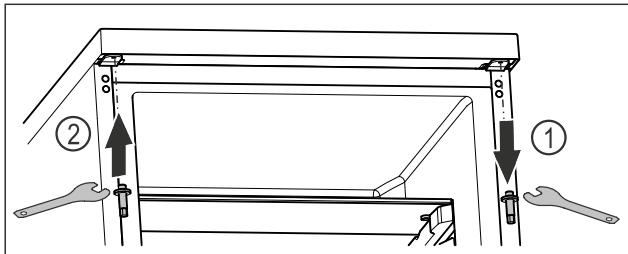

Fig. 23
- ▶ Выкрутите верхний болт ключом с наружным шестигранником. Fig. 23 (1)
- ▶ Затяните болт на противоположной стороне ключом с наружным шестигранником. Fig. 23 (2)